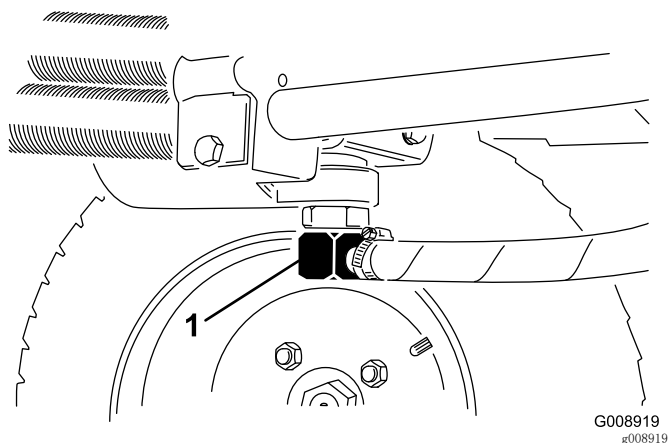
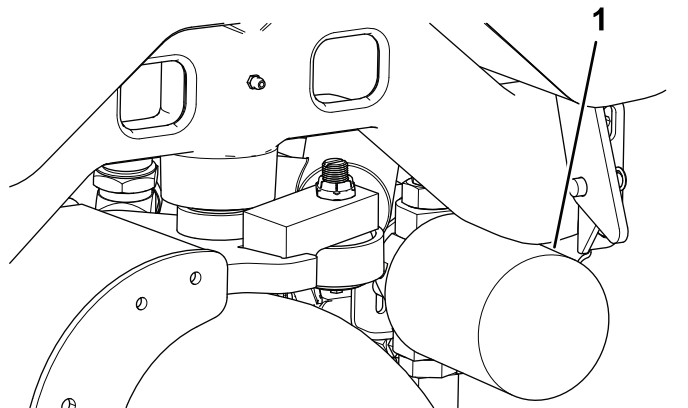

图73
图74
2. 断开液压管线（图73）与油箱的连接或卸掉液压油过滤器（图74），让液压油流入放油盘。
4. 在过滤器（图74）下面放置一个放油盘并拆下过滤器。